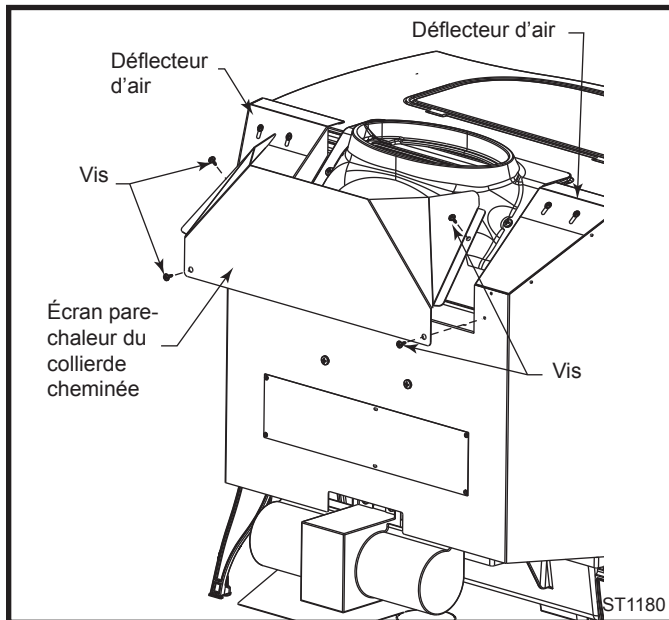

Fig. 24 Installation de l'écran pare-chaleur du collier de cheminée.
Si vous possédez l'ensemble de soufflante optionnel, vous pouvez décider d'ajuster le déflecteur d'air afin qu'il souffle la chaleur au-dessus sur le poêle. (Fig. 24) Desserrer les deux (2) vis qui se trouve de chaque côté et soulever ou rabaisser le déflecteur. Une fois l'ajustement effectué, resserrer les vis.
ATTENTION : Le pare-chaleur du collier de cheminée doit être fixé au poêle Defiant. Utiliser quatre (4) vis pour métal en feuille #10 pour visser l'écran pare-chaleur du collier de cheminée à l'arrière du poêle. (Fig. 24)